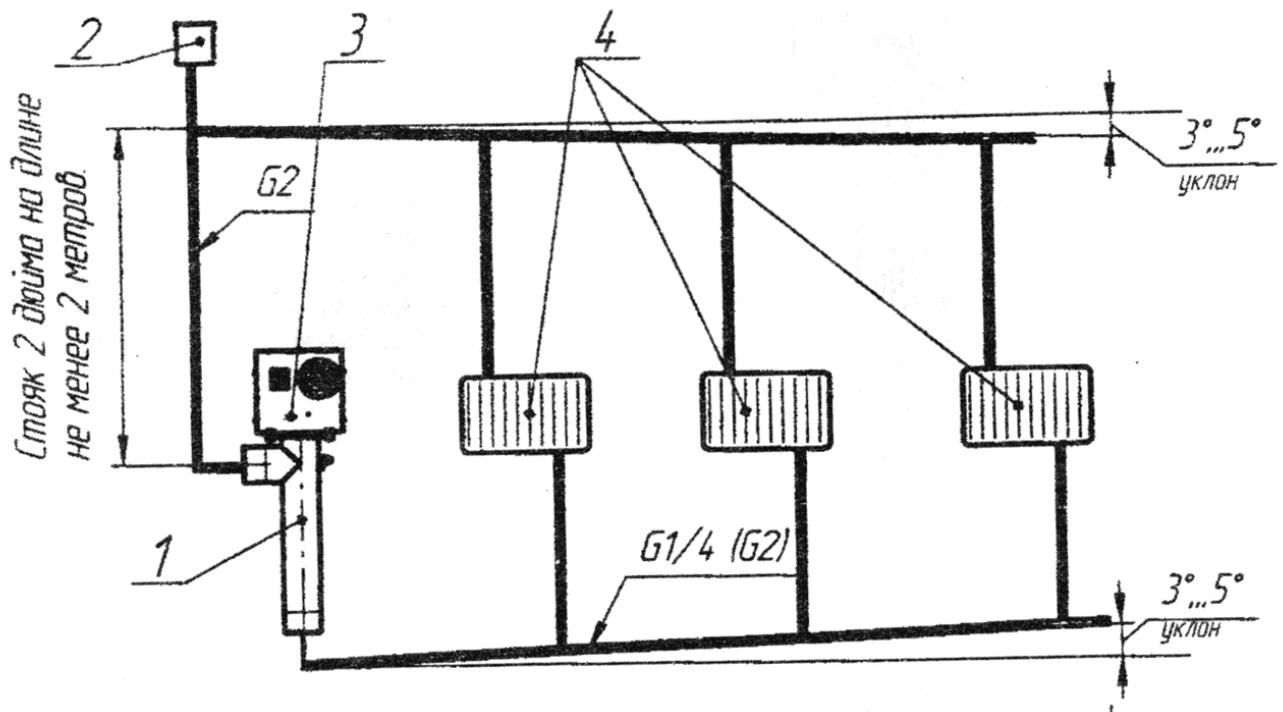

Рис. 5. Примерная схема отопления с естественной циркуляцией жидкости
- ЭКСПЛУАТАЦИЯ ЭЛЕКТРОКОТЛА ПРИ ВЫСОТЕ ГЛАВНОГО ПОДАЮЩЕГО СТОЯКА (РИС. 5 ПОЗ. 12) МЕНЕЕ ДВУХ МЕТРОВ И С УСЛОВНЫМ ПРОХОДОМ МЕНЕЕ ДВУХ ДЮЙМОВ;
- НА ВЫХОДЕ ИЗ ЭЛЕКТРОКОТЛА УСТАНОВЛИВАТЬ КРАНЫ, ВЕНТИЛИ ИЛИ ДРУГУЮ ЗАПОРНУЮ АРМАТУРУ (рис. 4 и рис. 5);